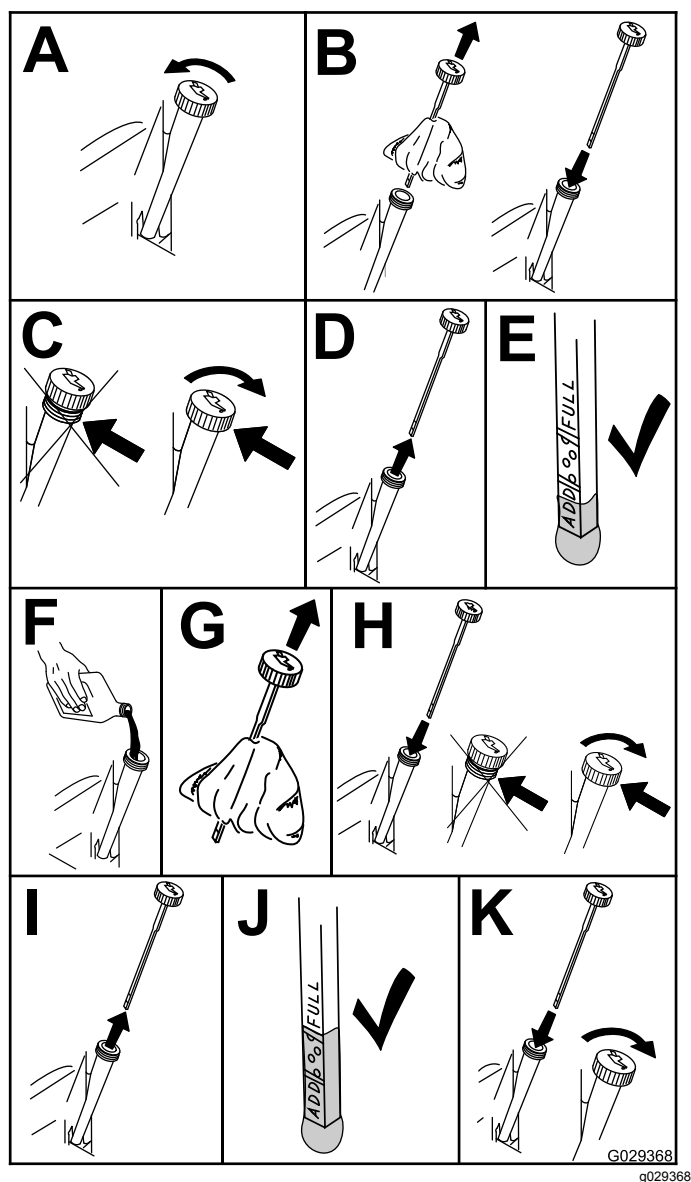

Figura 19
2. Compruebe el nivel de aceite del motor (Figura 19).